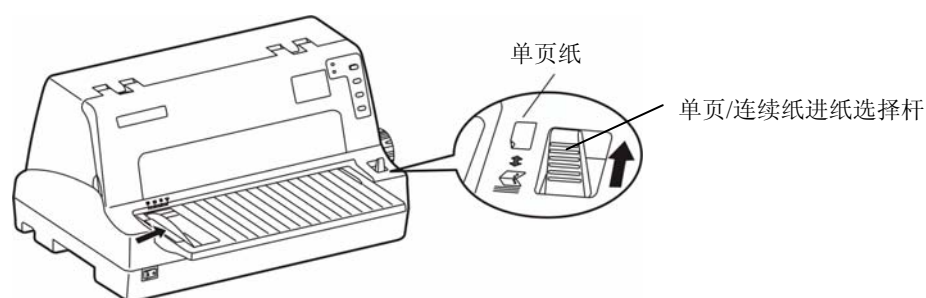

图 3-2 设定单页/连续纸进纸位置（单页纸）
- 将单页/连续纸进纸选择杆拨到单页纸位置（如图 3-2 所示）。